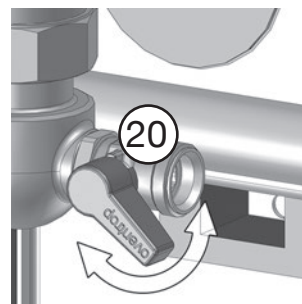

fig. 5.10: Purgue el lado del circuito acumulador
14. **Purgue el lado del circuito del acumulador abriendo la válvula de bola de llenado y vaciado (20) hasta que salga agua (fig. 5.10).**
15. Cierre de nuevo la válvula de bola de llenado y vaciado (20).